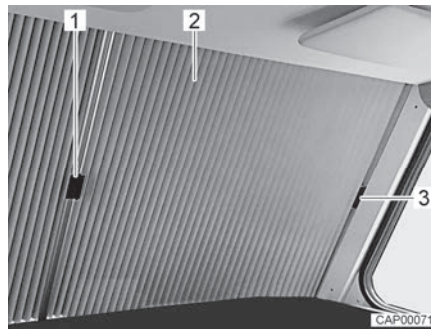

Bild 11 Faltverdunklung für Frontscheibe (geschlossen)
- Beide Hälften der Faltverdunklung (Bild 11,2) jeweils am Griff (Bild 11,1) nach außen unter die Abdeckung an der A-Säule schieben.
- Griff jeweils auf der Abdeckung (Bild 11,3) feststecken. Die Frontscheibenverdunklung ist damit gegen versehentliches Schließen während der Fahrt gesichert.